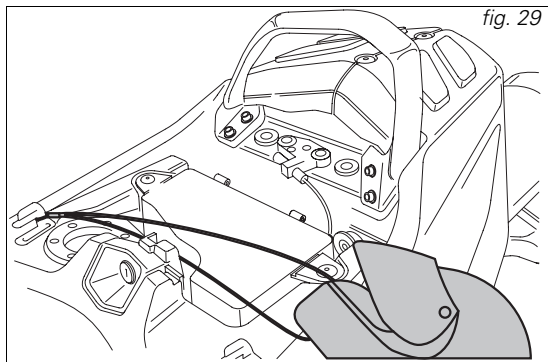

fig. 29
Sous la selle passager se trouve le crochet pour la lanière de fixation du casque. Faites passer la lanière (A) dans le casque et introduisez ses extrémités dans le crochet. Laissez pendre le casque du côté gauche de la moto (fig. 29) et remontez la selle pour le fixer.